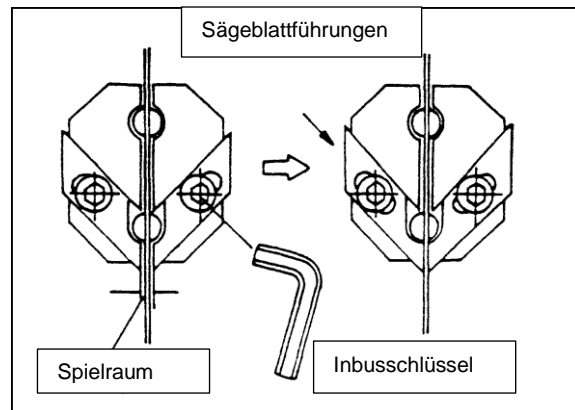

Abb. 9
5. Lösen Sie die Sechskantschrauben (Abbildung 9) an den Blattführungen.
7. Ziehen Sie die Sechskantschrauben wieder an (Abbildung 9).